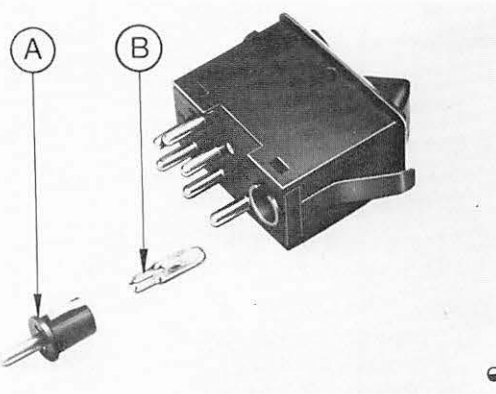

Abb. 57 A = Lampenfassung
5. Lampenfassung vorsichtig aus der Rückseite des Schalters herausziehen und Lampe aus der Fassung herausziehen (**ein Drehen der Lampe ist nicht erforderlich**), Abb. 57.